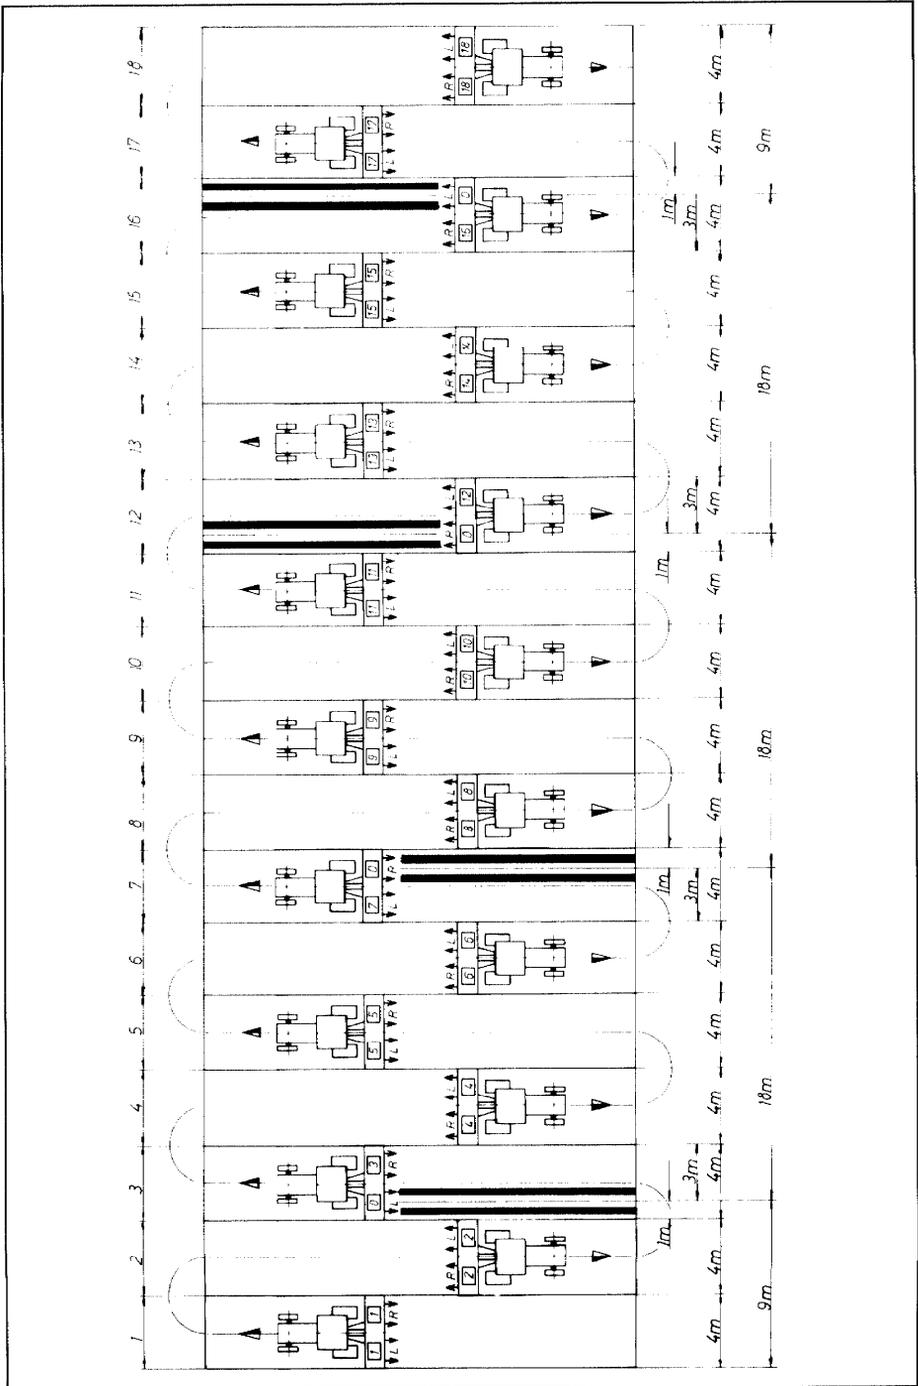

Fig.89
3. En cours de travail, les deux boîtiers affichent les phases du cadencement comme suit (voir fig. 89).